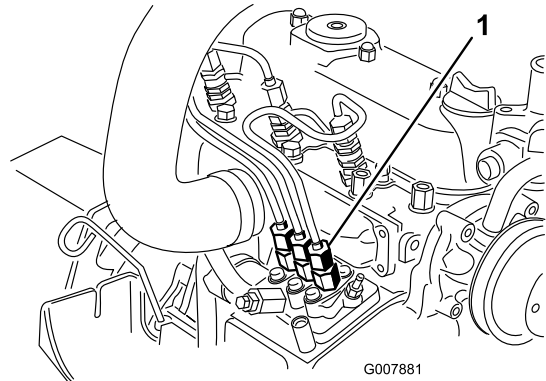

Bild 50
1. Legen Sie einen Lappen unter den Schlauchanschluss von der Einspritzpumpe zur 1. Einspritzdüse, siehe Bild 50.